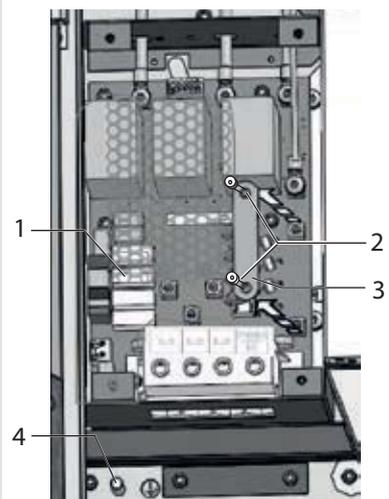

Bild 26: 5-Leiter-Anschluss
- 5. Leitungen entsprechend der Beschriftung auf der Leiterplattenklemmen anschließen (Bild 26) .